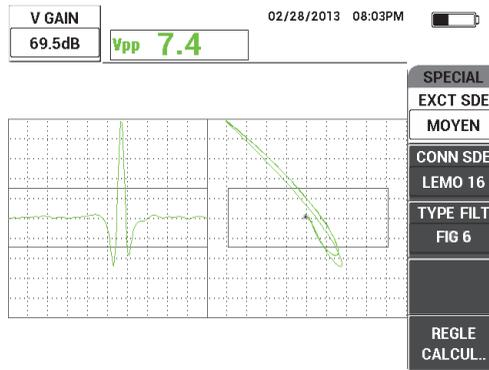

Figure 5-67 Réglage du gain vertical
8. Appuyez deux fois sur la touche **GAIN (dB)**, et puis augmentez le paramètre **GAIN V** pour que le signal de l'encoche atteigne la pleine hauteur de l'écran (vertical à 100 %) [voir la Figure 5-67 à la page 189].